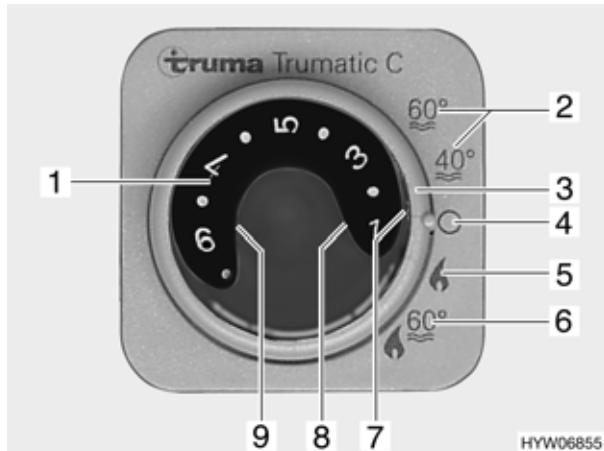

Fig. 142 Centralina di controllo per riscaldamento boiler
■ Impostare la modalità di funzionamento tramite l'interruttore girevole (Fig. 142,3):
- Funzionamento estivo "40 °C" o "60 °C" (Fig. 142,2)
- Funzionamento invernale "Riscaldamento senza boiler" (Fig. 142,5)
- Funzionamento invernale "Riscaldamento e boiler" (Fig. 142,6)
- Spento (Fig. 142,4)
A seconda della temperatura ambiente desiderata, il riscaldamento seleziona automaticamente il livello del bruciatore necessario. Al raggiungimento della temperatura ambiente desiderata, il bruciatore si spegne. Durante la modalità di funzionamento "Riscaldamento e boiler" (Fig. 142,6) è riscaldata anche l'acqua nel boiler. Nella modalità di funzionamento "Riscaldamento senza boiler" (Fig. 142,5) è possibile far funzionare il riscaldamento con il boiler vuoto.
- Impostare la manopola della temperatura (Fig. 142,1) sulla centralina di controllo scegliendo la temperatura desiderata.
- Posizionare l'interruttore girevole (Fig. 142,3) su funzionamento invernale "Riscaldamento senza boiler" o "Riscaldamento e boiler".
Si accende la luce spia verde (Fig. 142,7).
- Posizionare l'interruttore girevole (Fig. 142,3) su "Spento" (Fig. 142,4).
- ▷ Se il riscaldamento sulla centralina di controllo (Fig. 142) è impostato su funzionamento estivo (Fig. 142,2) e il selettore di energia su funzionamento misto (Fig. 143,4 o 5), il riscaldamento funziona perciò solamente con esercizio a 230 V. Il bruciatore per gas non viene inserito.
La combinazione funzionamento a gas e funzionamento elettrico a 230 V diminuisce il tempo di riscaldamento (è possibile solo se il riscaldamento viene impostato sulla centralina di controllo (Fig. 142) su funzionamento invernale).